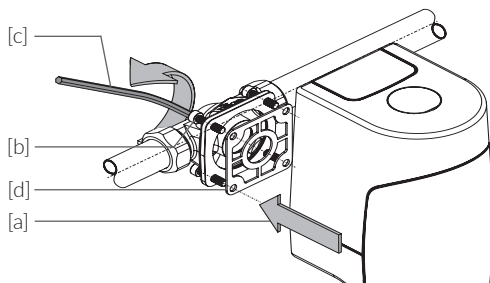

Abb. 6.3
- ⚠ Es ist zu beachten, dass die Hauptachse senkrecht ausgerichtet ist (Abb. 6.3).